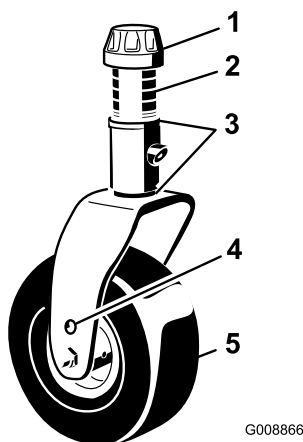

Figura 109
1. Togliete il cappuccio di tensione dall'asse del perno ed estraete il perno dal braccio della ruota orientabile (Figura 109).